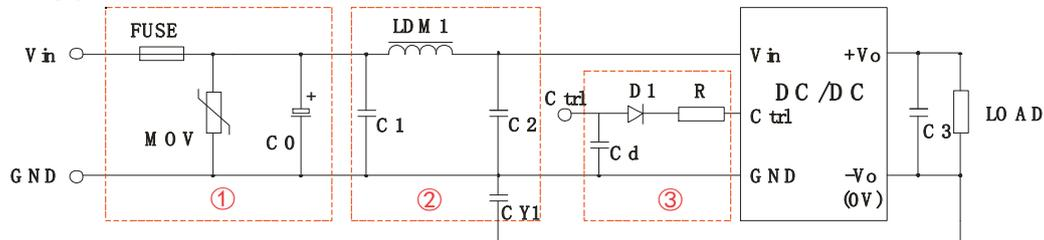

图 3
辐射骚扰	CISPR32/EN55032 CLASS B (推荐电路见图 3-②)
- ①图 3 中第①部分用于 EMS 测试；第②部分用于 EMI 滤波，可依据需求选择；
- ②VC 为 Ctrl 端相对于输入地 GND 的电压，VD 为 D1 的正向导通压降，IC 为流入 Ctrl 端的电流，一般取 5-10mA，Ctrl 端外围电路如图 3-③；
- ③若图中元器件无附其参数说明，则此型号外围中不需要这个元器件；